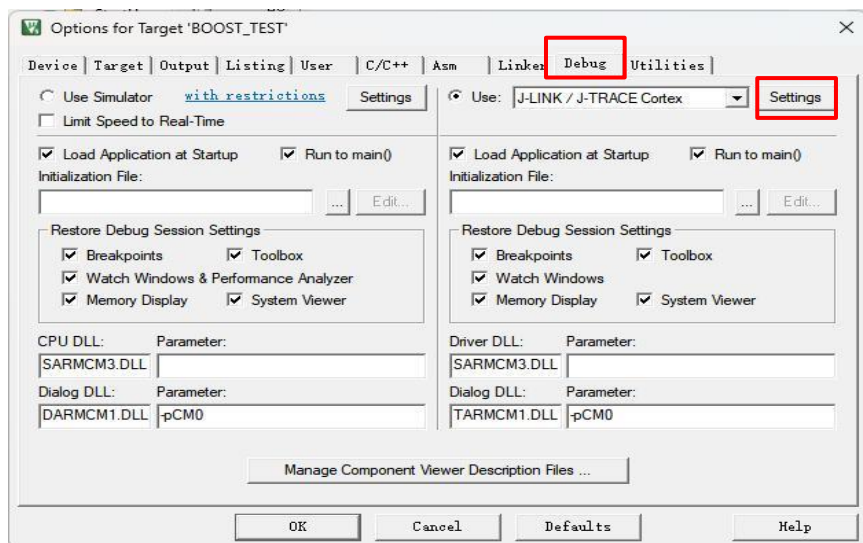

图3.7 KEIL的options界面
- 4) 配置ADDR\_WG\_DRV\_REST\_T\_REG寄存器，设置死区时间（图3.7中的Delay Time），范围是（1-255us）；
- 6) 配置ADDR\_WG\_DRV\_SILENT\_T\_REG寄存器，设置静默时间（图3.7中负半周结束后的一段时间）；